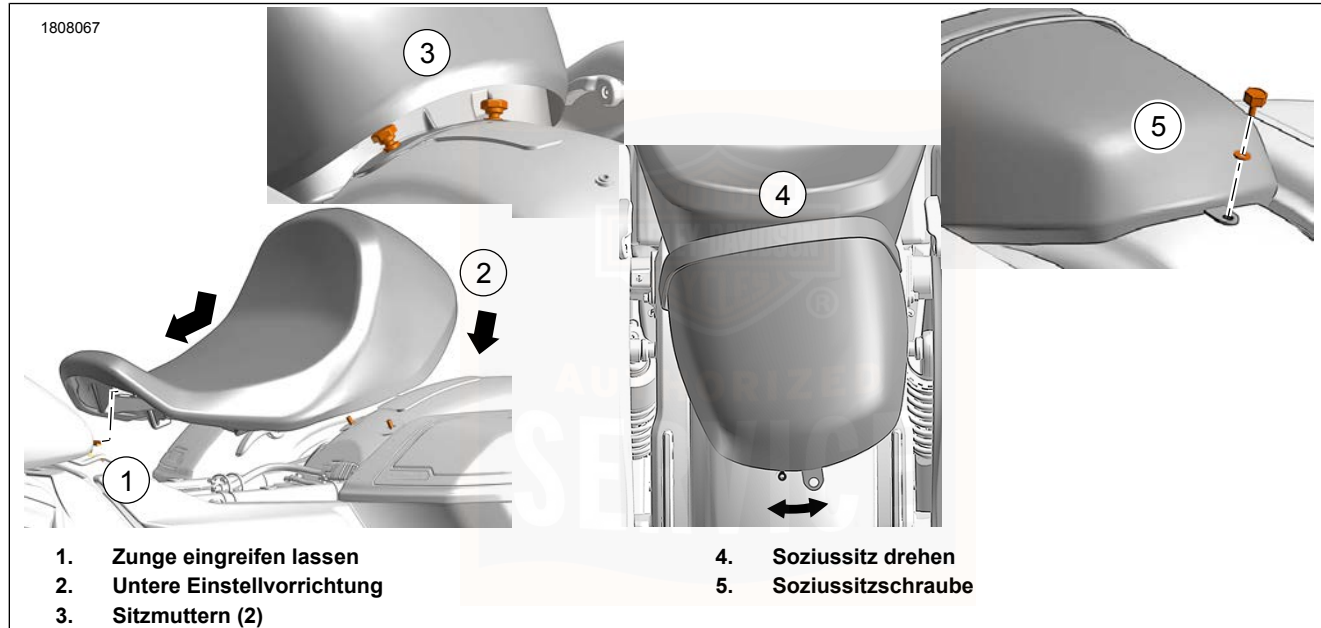

Abbildung 126. Fahrer- und Soziussitz
1. Siehe Abbildung 126. Den Sitz nach vorne schieben, bis die Zunge am Rahmen in den Schlitz im Sitz (1) einrastet. Den hinteren Teil des Sitzes auf die Sitzbefestigungsbolzen (2) absenken.
2. Die Sitzmuttern (3) einbauen. Festziehen. 0,9–1,7 N·m (8,0–15,0 **in-lbs**)